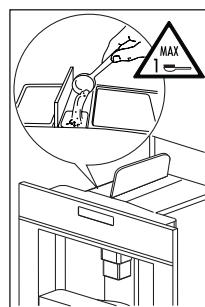

Fig. 26
- ▶ Lever le couvercle central, placer une mesure de café prémoulu dans la trémie (Fig. 26), pousser l'appareil de nouveau en place et procéder tel qu'il est décrit dans la section « Faire du café avec des grains de café ».